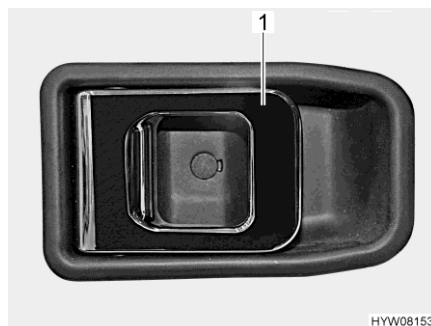

Fig. 31 Cerradura de la puerta
- Abrir:** ■ Tirar del tirador (Fig. 31,1). Se desbloqueará o bien abrirá la cerradura de la puerta.
- Bloquear:** ■ Presionar el tirador (Fig. 31,1). Se bloqueará la cerradura de la puerta.